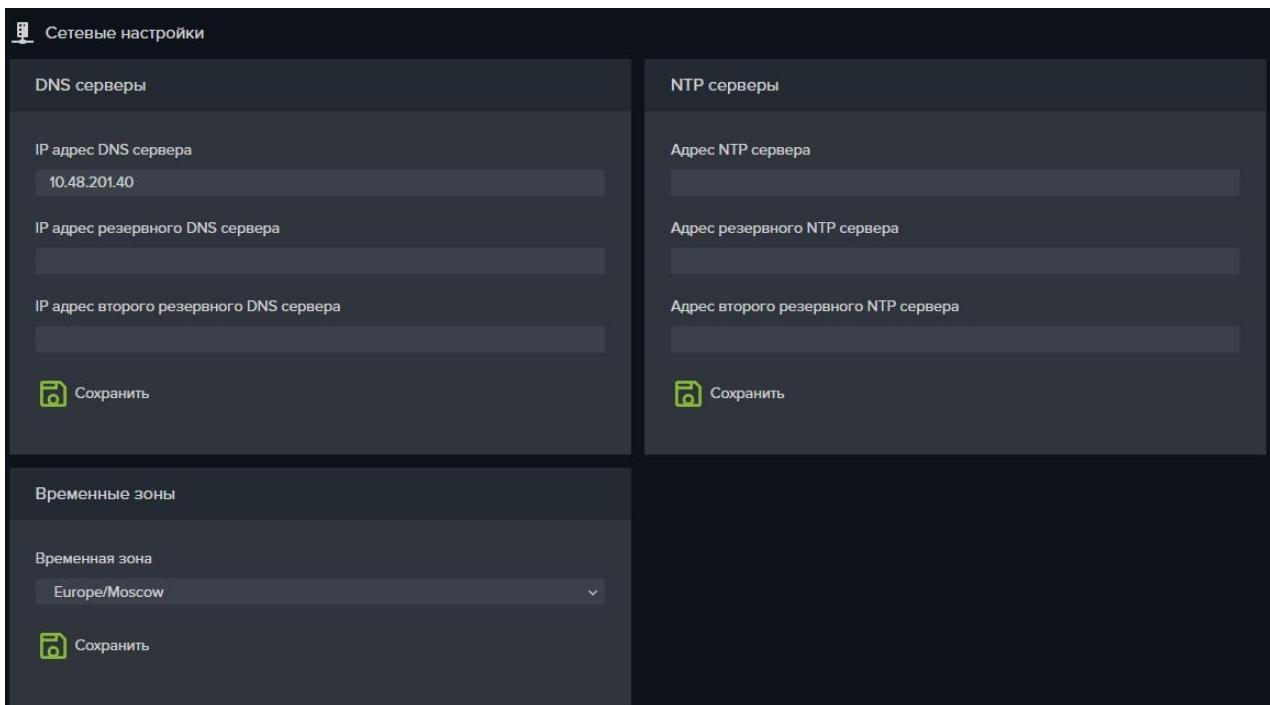

Рисунок 41. Настройки DNS и NTP серверов.
1. Перейдите на вкладку меню «Настройки» → «Сетевые настройки» (см. Рисунок 41).